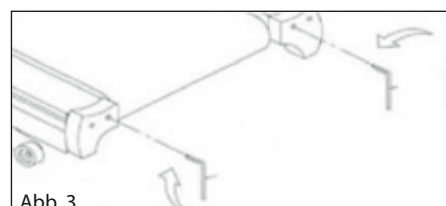
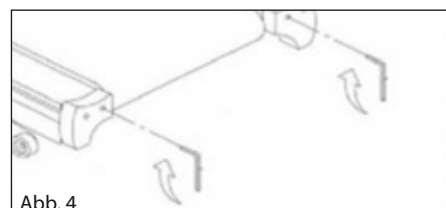
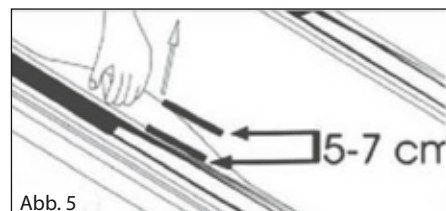

Abb. 3
Abb. 4
Abb. 5
2.3. Laufbandspannung reduzieren (Abb. 3; Abb. 5):
2.4. Laufbandspannung straffen (Abb. 4; Abb. 5):